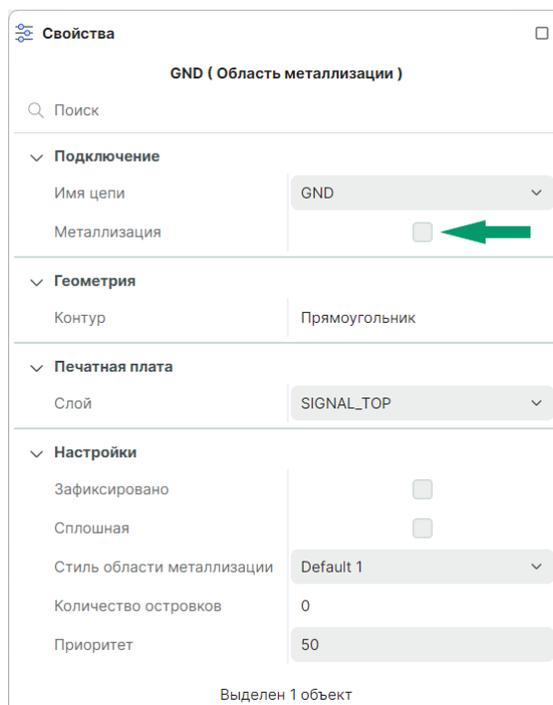

Рис. 458 Отмена заполнения области металлизации
2. Снимите флаг в чек-боксе «Свойства» → «Подключение» → «Металлизация», см. Рис. 458.